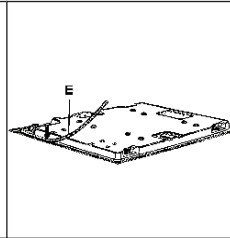

Abb. 11
- Das Kochfeld umdrehen und die Dichtung „E“ (Abb. 11) richtig so unter der Umrandung des Kochfelds anbringen, dass die Außenkante der Dichtung genau mit dem äußeren Rand des Kochfelds übereinstimmt. Die Enden der Streifen müssen sich berühren, dürfen jedoch nicht übereinander liegen.